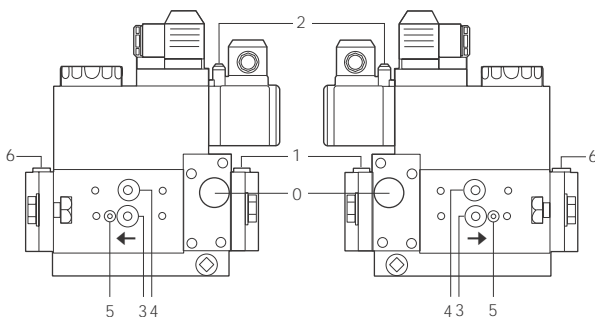
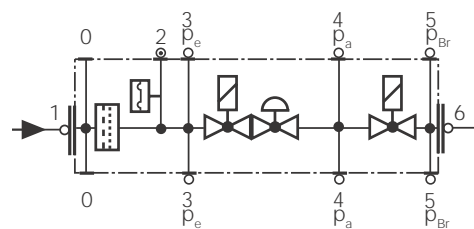

Рис. 21
Рис. 22
- 3). снять крепежные винты группы Multibloc (Рис. 21-А)
- 4). вставить уплотнительные кольца (10,5x2,25) в VPS 504 (Рис. 22-В, Рис. 21-В)
- 5). закрутить 4 винта блока контроля герметичности (М4х16) Рис. 21-С.
Для проверки работы, подсоедините манометр к штуцеру для отбора давления **PA** (Рис. 22). Если проверка завершилась положительно, через несколько секунд загорается жёлтая лампочка **LC**. В противном случае загорается красная лампочка блокировки **LB**. Чтобы перезапустить горелку, необходимо разблокировать блок управления нажатием на светящуюся кнопку **LB**.